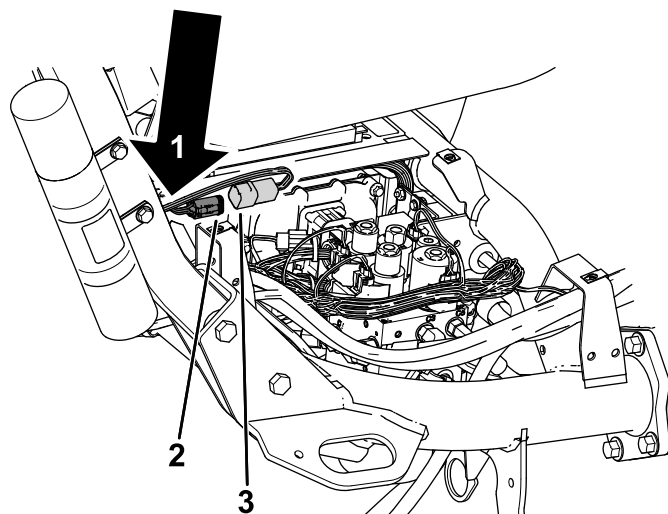

**Figura 10**
4. Rimuovete la copertura laterale destra (Figura 10) dalla macchina.
8. Montate sulla macchina la copertura destra (Figura 10).